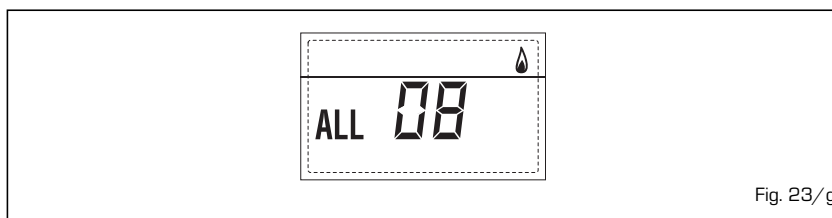

Fig. 23/g
– **ANOMALIA CIRCOLAZIONE ACQUA “ALL 09” (fig. 23/h)**